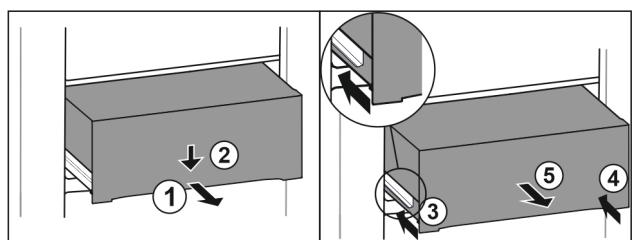

Fig. 139
- Extragăți pe jumătate sertarul. Fig. 139 (1)
- Apăsați în jos sertarul pe partea frontală. Fig. 139 (2)
- Inserați şina stângă aproximativ 2 cm. Fig. 139 (3)
- Inserați şina dreaptă aproximativ 2 cm. Fig. 139 (4)
- Extragăți sertarul spre înainte. Fig. 139 (5)